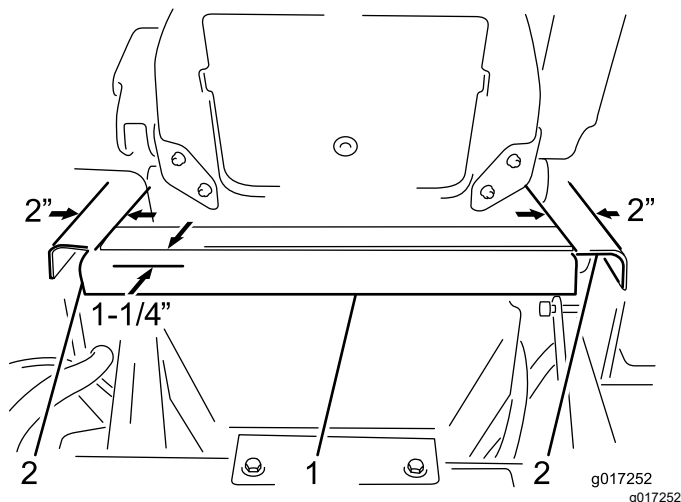

図 6
1. 図 6 に示す寸法にしたがって、シートの後ろにあるプラスチックのコーナー部を加工して、エンクロージャからくるホースとワイヤハーネスが通れる隙間をつくる。ノッチは両方とも幅 50 mm、高さ 32 mm とする。